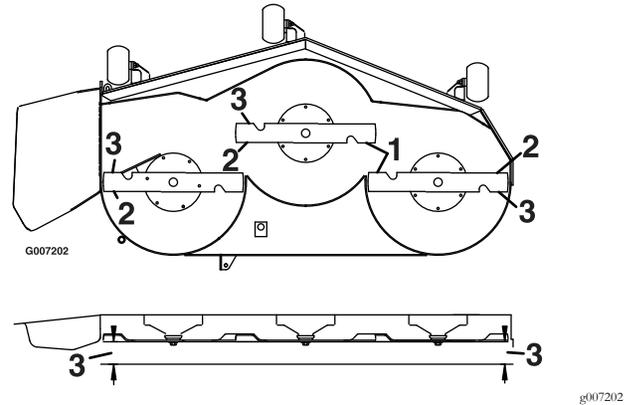

Figura 67
- Mida entre los bordes de corte exteriores y la superficie plana (Figura 67).